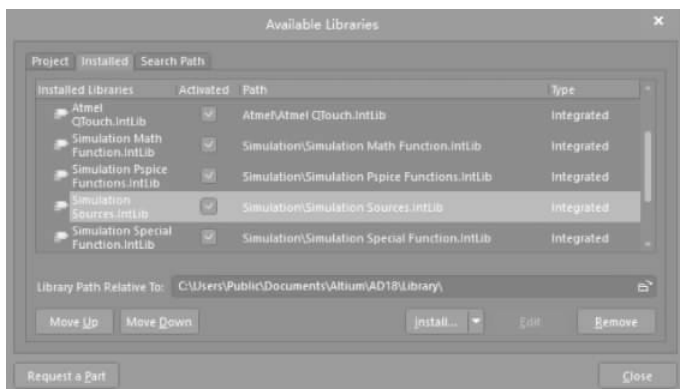

图 3-4 已经添加了需要添加的仿真库
- ① 将路径指向 C:\users\Public\Documents\Altium\AD18\Library\Simulation。
- ② 选择 Simulation Sources, 并单击“打开”按钮。
- (5) 如图 3-4 所示, 看到新添加的 Simulation Sources. IntLib 仿真库。
- (6) 单击图 3-4 界面内的 Close 按钮, 退出该界面。